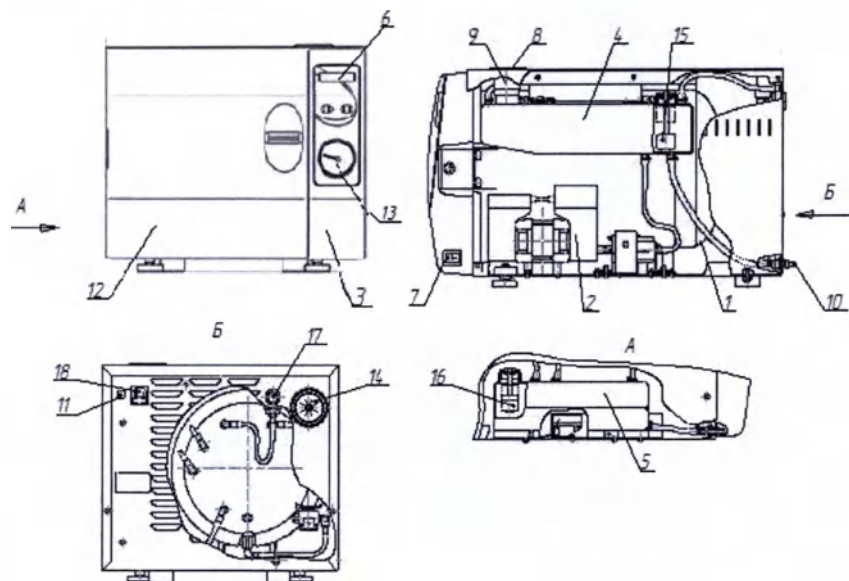
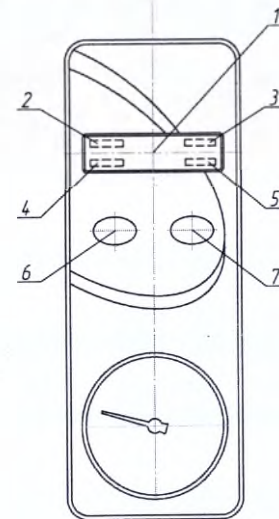

Рисунок 1 – Внешний вид стерилизатора парового ГКа-25-ПЗ в вариантах исполнения КИУС.942711.004-08 и КИУС.942711.004-09 (вид спереди см. Рисунок 1а):
Рисунок 3 - Панель управления:
Рисунок 1а – Внешний вид передней панели стерилизатора парового ГКа-25-ПЗ в варианте исполнения КИУС.942711.004-09.
1.5.1 Основными сборочными единицами стерилизатора являются (см. рисунок 1): стерилизационная камера 1, вакуумный насос 2, блок управления 3, бачок для воды 4, бачок конденсатный 5.
1.5.2 Стерилизационная камера имеет цилиндрическую форму и выполнена из нержавеющей стали (см. рисунок 1). На верхней крышке корпуса стерилизатора расположены отверстия для заливки дистиллированной воды в бачок (горловина), которое закрывается пробкой и отверстие для проверки работы предохранительного клапана, которое закрывается пластиной. На задней стенке корпуса стерилизатора расположен сливной штуцер бачка с дистиллированной водой. На передней стенке корпуса расположен сливной штуцер для слива воды из бачка с конденсатом. Сливные штуцера должны находиться в положении «закрыто». При транспортировании, хранении и т.п. необходимо открыть сливные штуцера и
Мановакуумметр (см. рисунок 1) предназначен для визуального контроля давления в стерилизационной камере.
1.5.10 Фильтр бактериальной очистки (см. рисунок 1) предназначен для очистки атмосферного воздуха, поступающего в стерилизационную камеру на этапе выравнивания давления.
2.2.7 Подключить стерилизатор к сети. Перед подключением стерилизатора к питающей сети убедиться в том, что напряжение сети питания соответствует указанному в руководстве по эксплуатации, и розетка питания имеет заземляющий контакт. Включить сетевой выключатель (поз. 7 рисунок 1).
2.2.8 Открыть пробку (поз. 8 рисунок 1), залить воду вручную через горловину (поз. 9 рисунок 1) в бачок до окончания прерывистого звукового сигнала и (или) пропадания индикации отсутствия воды.
2.3.1 Включите сетевой выключатель (поз. 7 рисунок 1), при этом загорится подсветка дисплея и индицируется основное меню (см. рисунок 3).
При необходимости долейте воды в бачок согласно п. 2.2.8. Стерилизатор готов к работе. Для запуска программы из основного меню (см. рисунок 3) нажмите кнопку ввода 7. При этом запускается последняя выбранная программа стерилизации (в данном случае — установленная